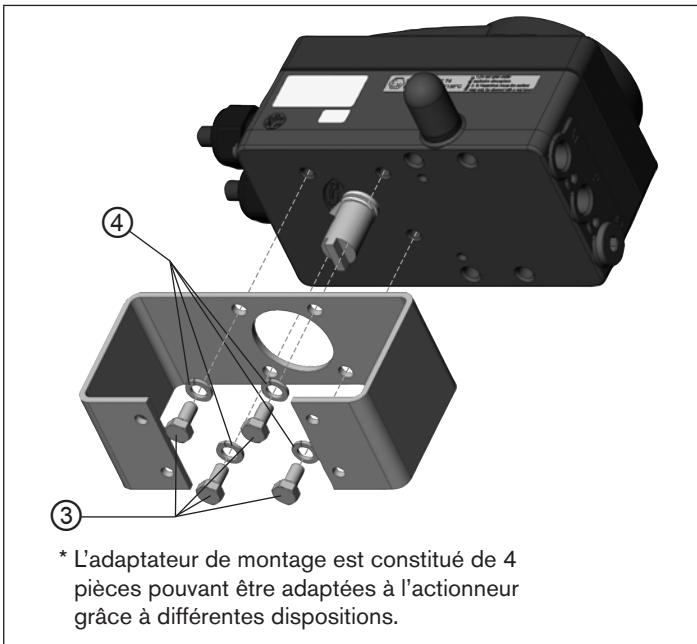

Fig. 7 : Fixer l'adaptateur de montage (représentation schématique)
- Fixer l'adaptateur de montage sur le type EP 501 /EP 501 C avec 4 vis à tête cylindrique ③ et des rondelles élastiques ④ (voir « Fig. 7 »).